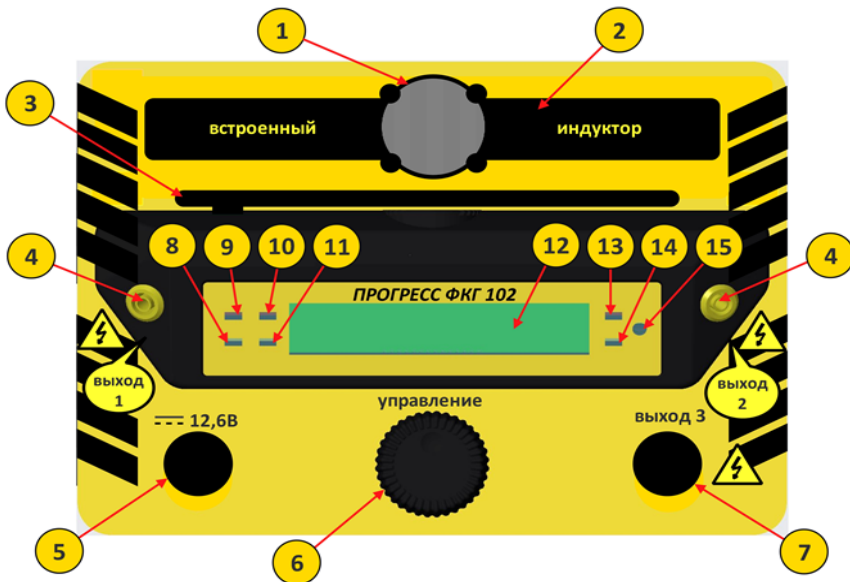

Рисунок 1
4.2 Установите генератор на удобную поверхность. Подсоедините кабель внешнего питания. Это может быть переносной аккумулятор или клеммы штатного аккумулятора 12В транспортного средства. Соблюдайте полярность подключения. В случае неверной полярности при подключении, повреждения генератора не произойдёт, устройство не включится, при этом будет светиться индикатор 9, рисунок 1. Достаточно сменить полярность на правильную и произвести повторное подключение.
4.3 Включите генератор удерживая кнопку валкодера до появления информации на матричном дисплее 12, рисунок 1. Оператор увидит первый пункт меню – индикатор сопротивления. Если к генератору не подключена внешняя нагрузка, то индикатор будет показывать сопротивление >5000 Ом. В этом случае работа генератора будет вестись на встроенный индуктор и в поле выбора частот будут представлены только две заранее установленные частоты, между которыми можно переключаться, но нельзя изменять. Если к генератору будет подключена внешняя нагрузка, то индикатор покажет фактическое сопротивление нагрузки.
4.4 Произведите соединение генератора со штырём местного заземления, соединив первый проводник из комплекта с одной из однополюсных розеток 4, рисунок 1, другой конец проводника присоедините к штырю.
Затем произведите соединение с трассой подземной коммуникации, для чего соедините второй проводник с другой однополюсной розеткой 4, другой конец провода присоедините к подземной коммуникации. При подключении к трубопроводу предварительно зачистите от краски и ржавчины место размещения магнитного контакта при помощи напильника. Если это кабель, то проводник соединяется с кабелем посредством зажима типа «крокодил». При надёжном контакте будет загораться индикатор 14, рисунок 1.